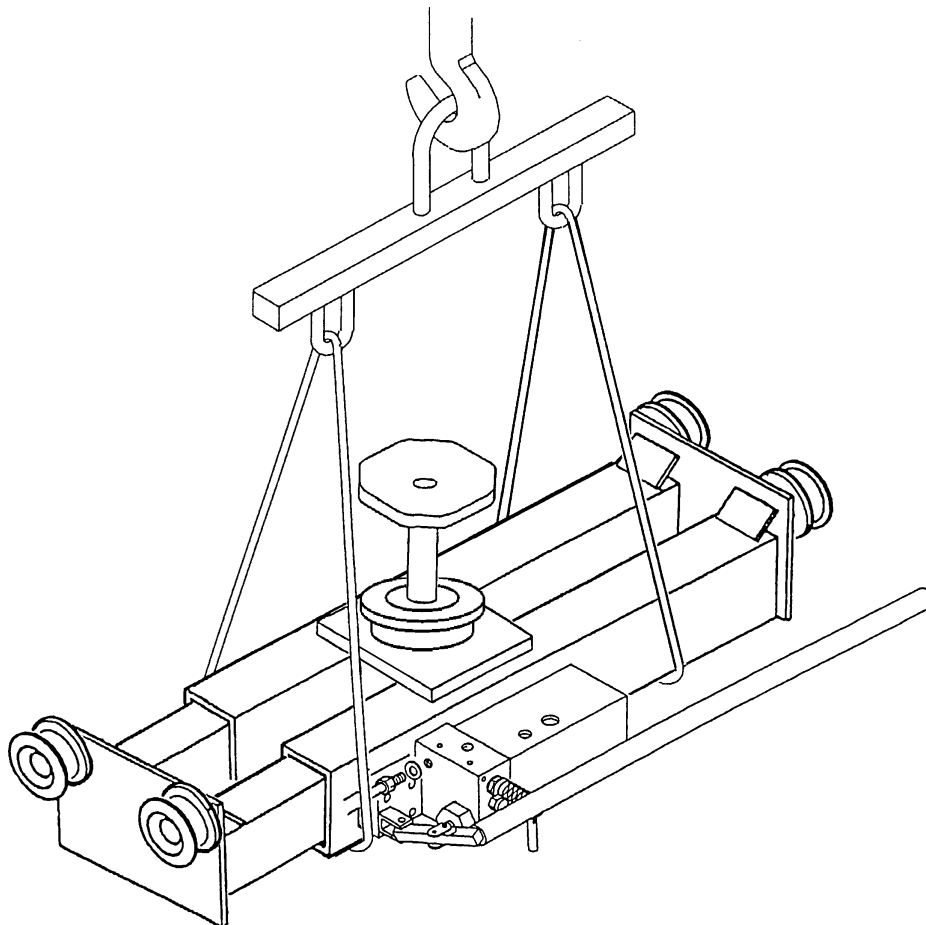

Fig. 4
- sollevare la macchina mediante l'uso di carrello elevatore (gru) posizionando le brache come indicato in **Fig.4**;
- lift the machine using a fork-lift truck (crane), positioning the forks as shown in **Fig.4**;
- Die Ausrüstung mit einem Gabelstapler (Kran) anheben und die Seile gemäss **Abb. 4** positionieren.
- de soulever la machine avec un chariot élévateur (grue) en positionnant les bras comme indiqué à la **Fig.4**;
- elevar la máquina mediante el carro elevador (grua) colocando las eslingas como se indica en la **Fig.4**;